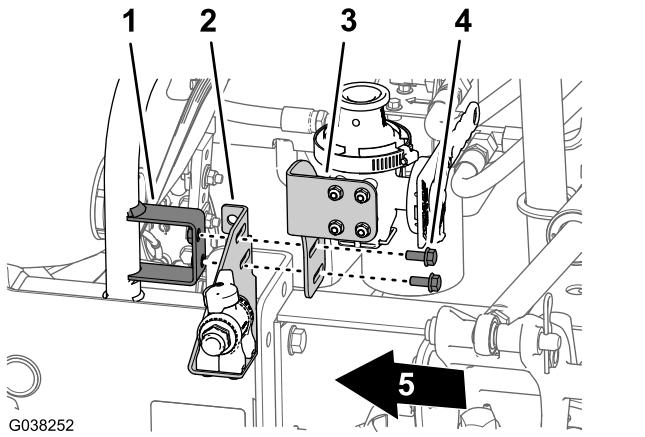

图61
- 将搅拌节流阀支架中的插槽和清洁加药器切断阀支架中的插槽与节流阀支架安装座中的孔对齐 图61。
2. 用 2 个凸缘头螺栓 $5/16 \times \frac{3}{4}$ 英寸将搅拌阀支架和清洁加药器切断阀支架安装到节流阀支架安装座上 图61。